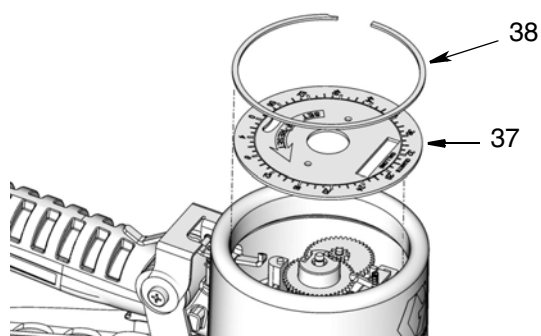

FIG. 33
3. Installare il pannello della piastra frontale (37) e la clip di fissaggio grande (38) (FIG. 33).